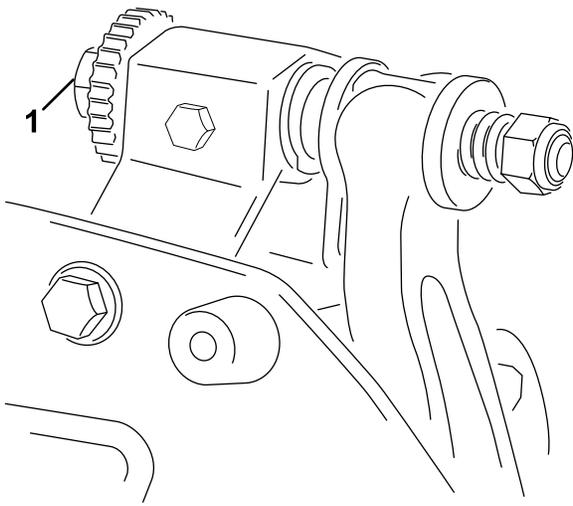

图 10
- A. 顺时针旋转底刀架调节螺丝 图 10 一次调整一格直到感觉并到听到轻微的接触。
6. 向右转动底刀架调节螺栓图 10 通过左右滑动薄垫片直至感到薄垫片上存在轻微的压力。取出薄垫片。